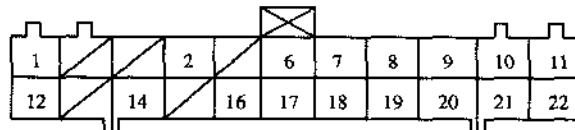

图 8.19 ABS 控制装置 22 芯插头端子代码
- ⑤ 如果不导通则关闭点火开关，连接仪表总成 16 芯插头，用跨接线将仪表总成 22 芯插头 16 号端子与车体地线相连接（端子位置见图 8.19），接通点火开关，再观察 ABS 指示灯是否亮，如果亮起，则是仪表总成与车体地线之间断路或者是地线接触不良，检查并排除。